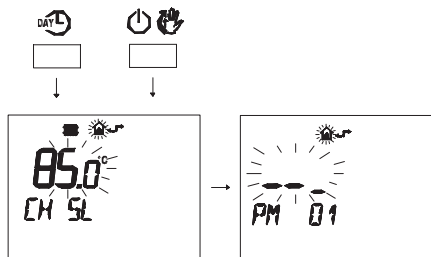

Figura 5.42
- Premere contemporaneamente i pulsanti DAY e P per entrare nella programmazione trasparente (Figura 5.42).